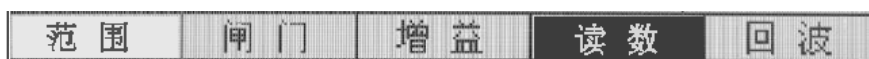

图 2.5
1、按【基本】键进入到基本功能组主菜单，如图 2.5 所示，按【F4】键选择“读数”；